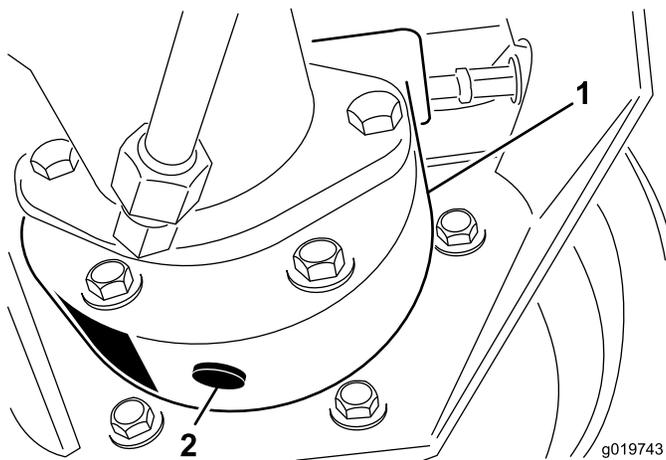

Figure 70
3. Placez un autre bac de vidange sous le carter de frein et enlevez le bouchon de vidange pour permettre à l'huile de s'écouler (Figure 70).